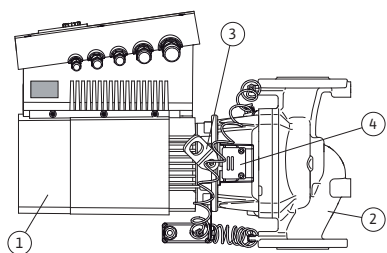

Fig. 10: Pompe complète
La principale caractéristique de la gamme Stratos GIGA est le refroidissement par enveloppe du moteur. Le flux d'air est transporté de façon optimale à travers le capot de ventilateur (fig. 10, pos. 1) pour refroidir le moteur et le module électronique.
La (fig. 10, pos. 2) montre le corps de pompe avec un guidage spécial de la lanterne pour soulager la roue.
Utiliser les œillets de transport (fig. 10, pos. 3) comme indiqué aux chapitres 3 et 10.
Une ouverture d'observation masquée par la tôle de protection (fig. 10, pos. 4) dans la lanterne est utilisée conformément au chapitre 10 « Entretien » à la page 116 lors des travaux d'entretien.